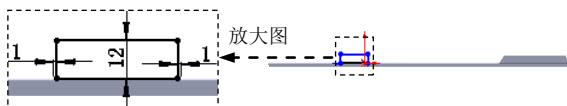

图 17.10.97 横断面草图
(4) 定义释放槽参数。单击选中 ☒ **自定义释放槽类型(R)** 复选框, 在此区域中的下拉列表中选择 **矩圆形** 选项; 单击选中此区域中的 ☒ **使用释放槽比例(A)** 复选框, 并在 **比例(I):** 文本框中输入 2。
(5) 单击  按钮, 完成边线一法兰 5 的初步创建。
(6) 编辑边线一法兰 5 的草图。在设计树的  **边线-法兰5** 上右击, 在系统弹出的快捷菜单上单击  命令, 系统进入草图环境。绘制图 17.10.97 所示的横断面草图。退出草图环境, 此时系统完成边线一法兰 5 的创建。